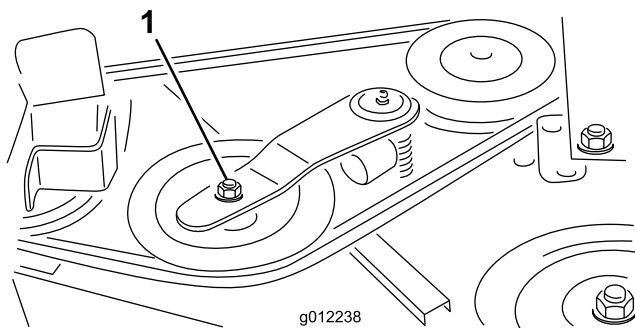
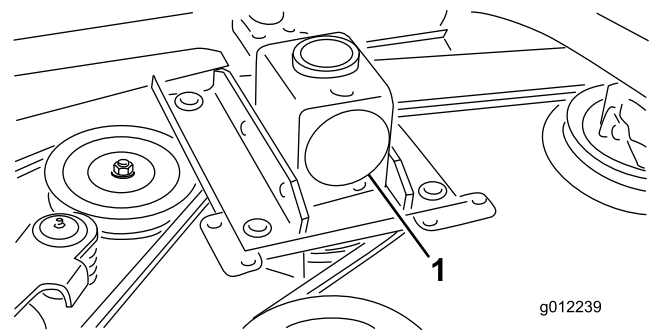

図 30
図 31
2. トルクレンチなどの工具を使ってアイドラ・プリー（図 30）をベルトから引き離してベルトの張りをなくし、ベルトをギアボックスのプリー（図 31）から外す。